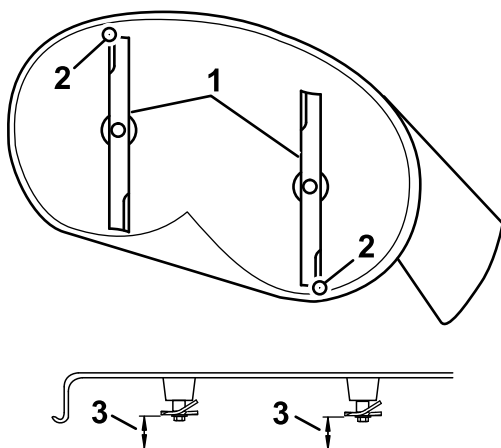

Figura 69
4. Gire cuidadosamente las cuchillas colocándolas en el sentido de avance de la máquina (Figura 69).
5. Mida entre la punta de la cuchilla delantera y la superficie plana y entre la punta de la cuchilla trasera y la superficie plana (Figura 69).